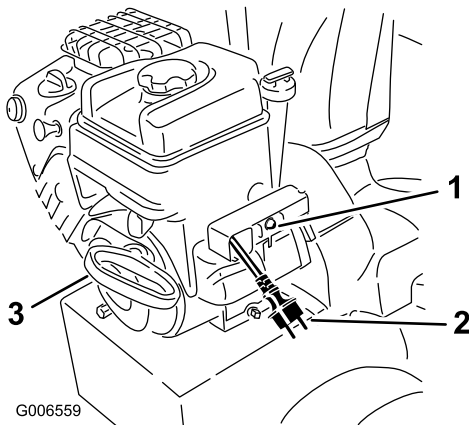

Figure 29
- Démarrez la fraise à neige en tirant sur le lanceur ou en appuyant sur le bouton du démarreur électrique (Figure 29).